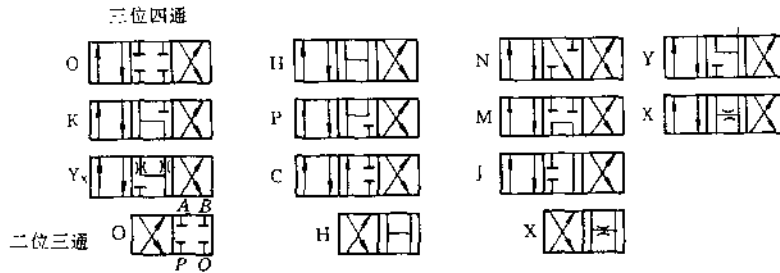

图 16.8-8 S型手动换向阀滑阀机能
②通油路数:四通
③名称:手动换向阀
④滑阀机能:见图 16.8-8
⑤公称压力:31.5MPa
⑥通径